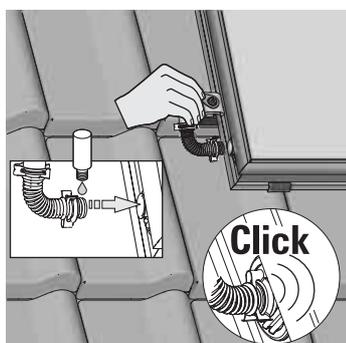

Figura 3-41 Fase di lavoro 2
2. Montare i raccordi (Figura 3-41).